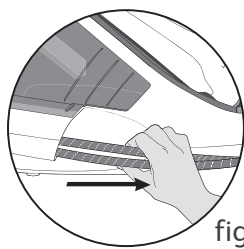

fig. 19
- Déroulez complètement le cordon électrique et sortez le cordon vapeur de son logement- fig.19.